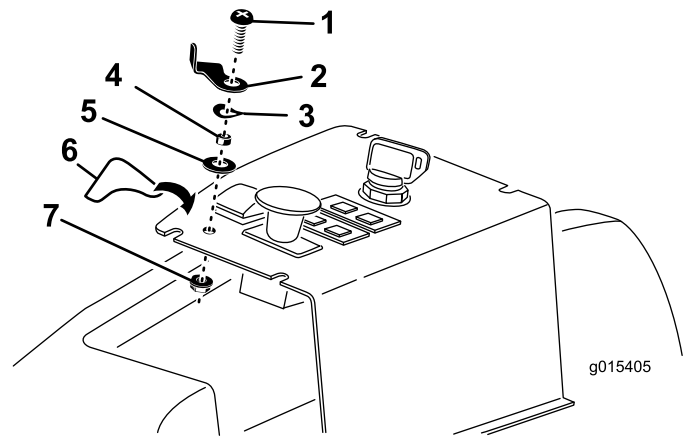

Figura 13
3. Inserte la palanca de bloqueo del interruptor de elevación, un espaciador, una arandela ondulada y una arandela plana sobre el tornillo de cabeza redonda de 1/4 x 1 pulgada, colocándolo según se muestra en (Figura 13)
4. Inserte el tornillo con el conjunto de la palanca de bloqueo del interruptor de elevación en el taladro del panel de control y sujételo con una contratuerca. Posicione la palanca de bloqueo del interruptor de elevación según se muestra en Figura 13.
5. Coloque la pegatina de la palanca de bloqueo del interruptor de elevación en el panel de control, según se muestra en Figura 13.